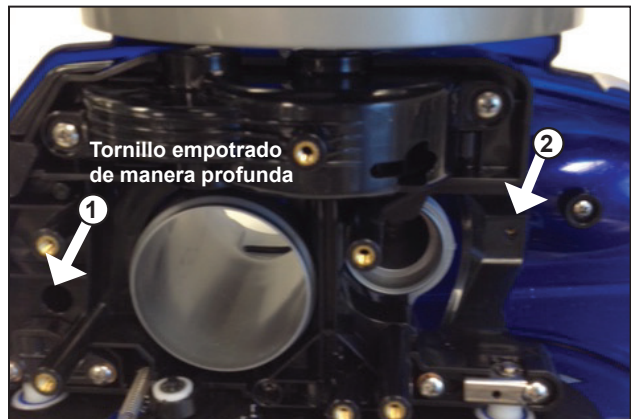
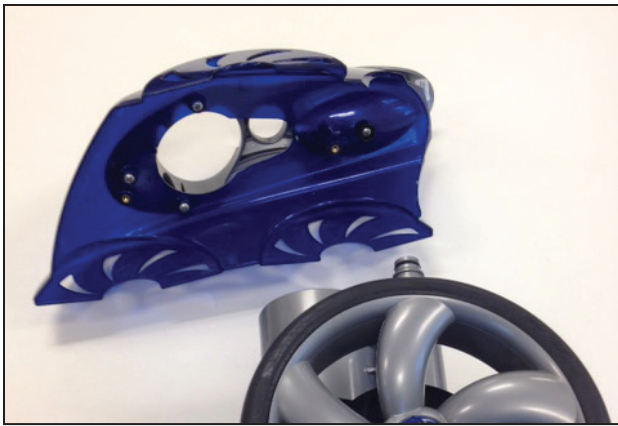

Figura 8. Retire dos (2) tornillos de la carcasa superior
Figura 9. Retiro de la carcasa superior
10. Retire dos (2) tornillos (Figura 8) para liberar y retirar la carcasa superior (Figura 9).